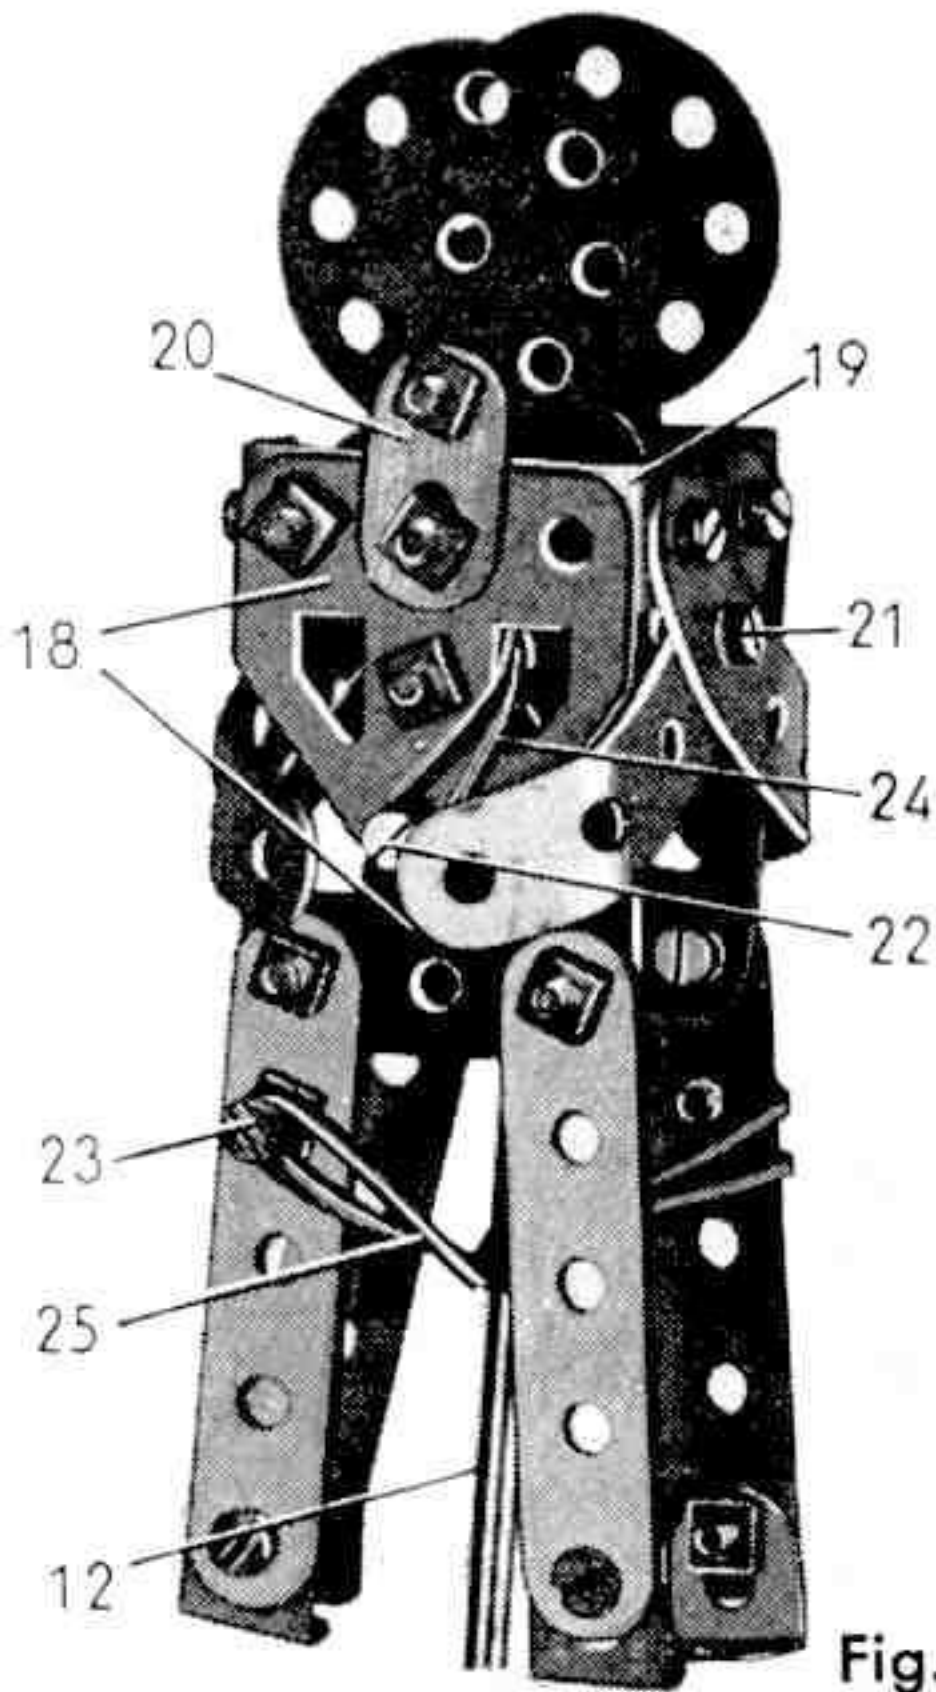

Fig. 3
Les deux lutteurs (fig. 3) et l'arbitre sont de construction identique. Le corps de chacun d'eux est formé de deux embases triangulées plates (18) dont les pointes se chevauchent sur deux trous. Les bras sont des bandes incurvées de 6 cm. reliées à l'embase triangulée supérieure par une bande coudée de 38×12 mm. (19). Un des deux boulons qui fixent la bande coudée (19) sur l'embase triangulée plate tient aussi un support plat (20). La tête, figurée par un disque de 35 mm. est boulonnée sur ce support plat. Les jambes sont des bandes de 5 trous terminées chacune par une équerre.